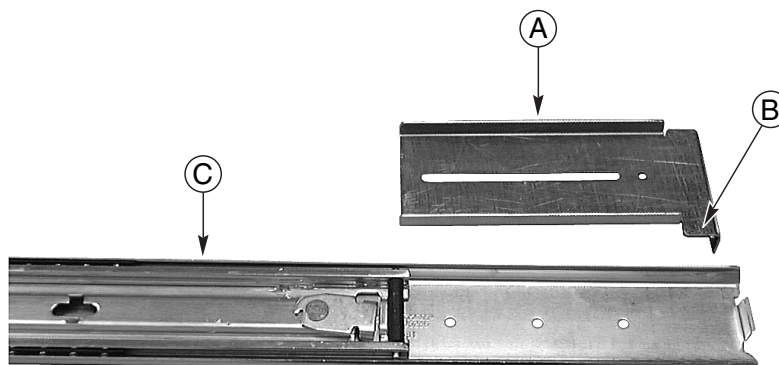

Figura 6 Posicionamento do suporte FR/RL
3. Posicione um dos suportes identificados por FR/RL na parte externa da seção externa. A lingüeta inferior do suporte deve ser posicionada corretamente. O item B na Figura 6 mostra o posicionamento correto.
A Figura 6 mostra como o suporte FR/RL é posicionado e como o conjunto do trilho deslizante é estendido.